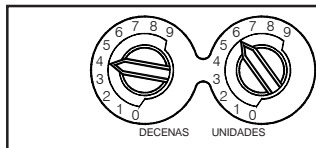

Figura 1: Conmutador rotario de direcciones decádicas
1. Fije la dirección del sensor (véase Figura 1) mediante un destornillador de hoja plana para girar los selectores de dirección y seleccione el número deseado del 01 al 99. Anote la dirección sobre la etiqueta situada en la base.